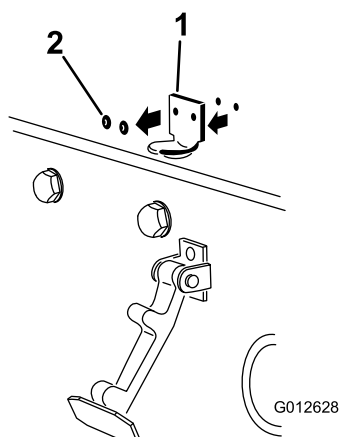

Figura 12
2. Rimuovete i (2) rivetti che fissano la staffa del fermo del cofano al cofano (Figura 12). Rimuovete la staffa del fermo del cofano dal cofano.